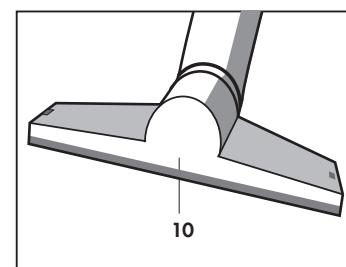

Fig. 13
- Elle se compose d'une partie universelle (10) (**Fig. 13**) sur laquelle monter, selon les exigences :